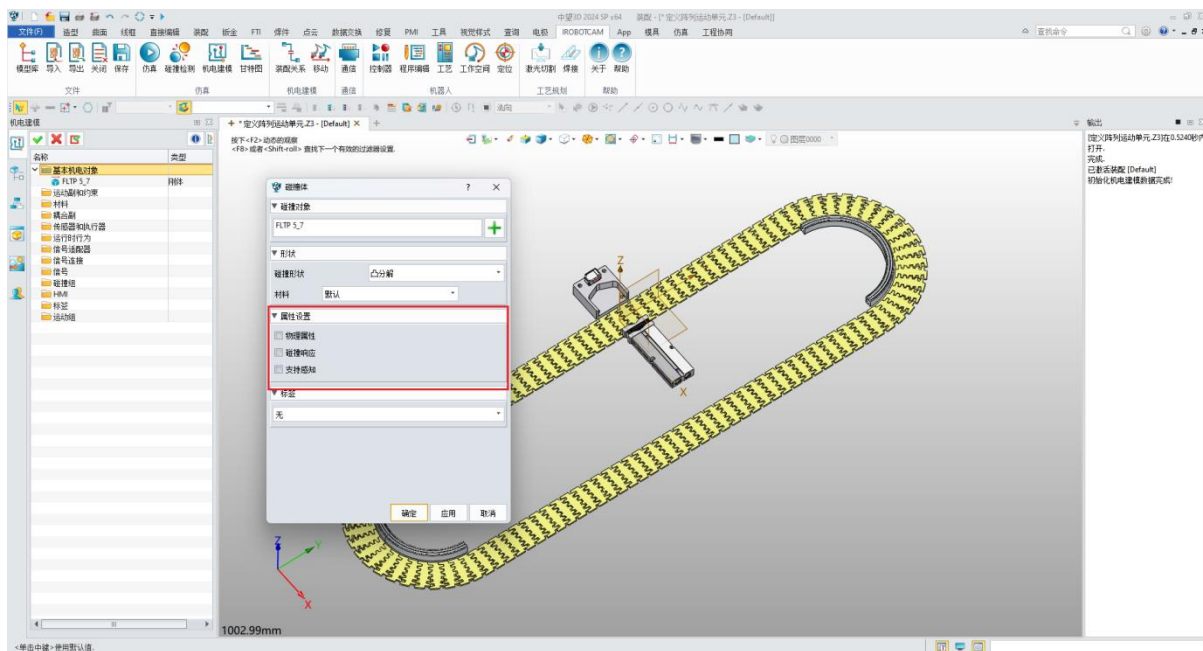

图 7-8：碰撞信息
- 单击“确定”为“FLTP5\_7”创建碰撞体。（图 7-8）